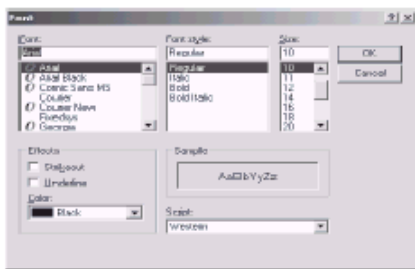

Fig. 4-40 Configuración de Propiedades de Fuente
(3) Font: Seleccione la fuente de las palabras de explicación. Haga doble clic en la zona izquierda de **Font**, aparecerá el cuadro de diálogo de la Fig. 4-40. En ese cuadro puede establecerse la forma, tamaño, color, etc.